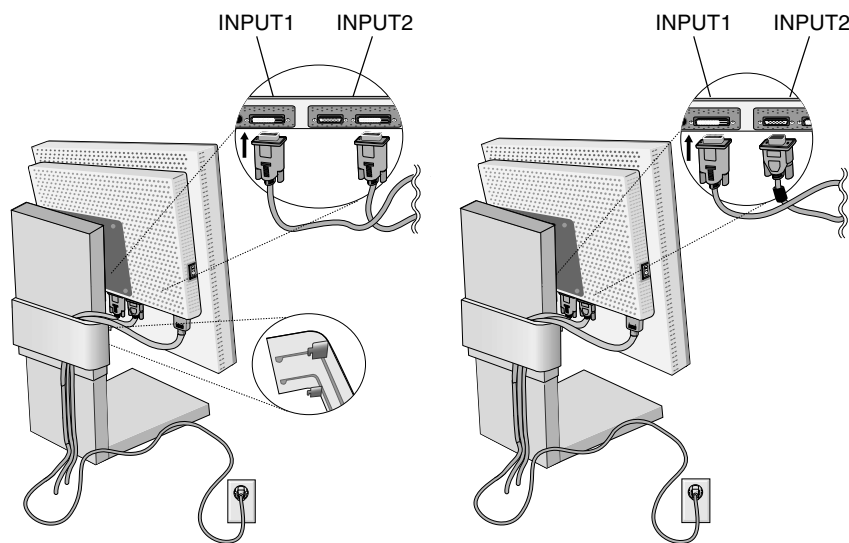

Figura C.1
3. Conecte el cable de señal DVI al conector por la parte posterior del monitor. Coloque el cable de señal de vídeo (**figura C.1**). Conecte sólo el VGA o el DVI en Input 2.
Recoja los cables y ocúltelos con la cubierta para cables. La cubierta para cables se puede montar en la parte frontal o la parte trasera del soporte inclinable (**figura C.1, C.2**).
4. Conecte un extremo del cable de alimentación a la entrada de corriente alterna de la parte trasera del monitor y el otro extremo a la toma de corriente (**figura C.1**).